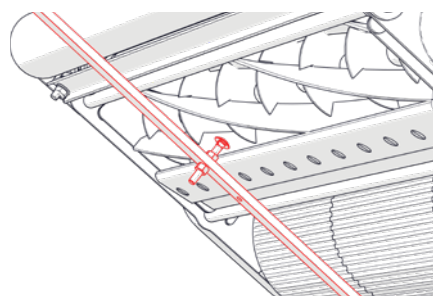

Fig. 8G - Répétez l'opération de l'autre côté
8. Répétez l'étape 7 pour la deuxième position de l'autre côté de la cassette (Fig. 8G).
8. Répétez l'étape 7 pour la deuxième position de l'autre côté de la cassette (Fig.8G).